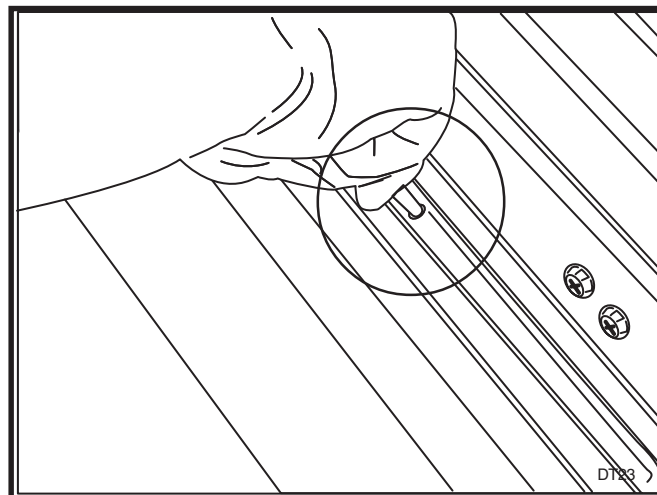

ABBILDUNG 5
14. Drehen Sie die Achse, bis die Löcher mit den Löchern des Rührwerks fluchten. Befestigen Sie das Rührwerk mit den Schneidschrauben an der Hinterachse. Siehe Abbildung 5.